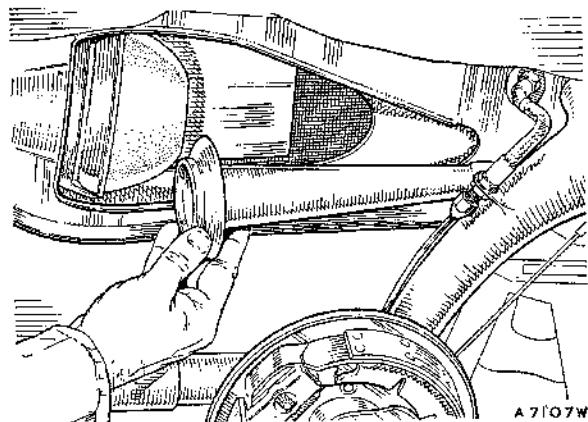

Fig. H.2
- (1) Soltar el apoyo superior del amortiguador trasero según se describe en la Sección L.1.
- (2) Levantar el automóvil y sostenerlo por debajo del larguero del bastidor auxiliar.
- (3) Quitar la rueda.
- (4) Desconectar la tubería del freno, de la abrazadera emplazada en la biela de empuje.
- (5) Apalancar el conjunto del tirante para sacarlo. (Fig. H.2). La cazoleta de nilón puede permanecer en el cubo de la biela y, a no ser que esté averiada, puede sacarse con los dedos.
- (6) Desconectar el cable del freno de mano de la palanca del plato fijo, hacer la palanca sobre el tubo guiator desde la abrazadera de la biela y tirar del tubo separándolo de la biela.